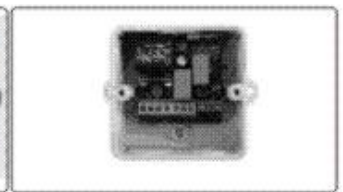

Рисунок 2.
- закрепить плату, как показано на Рис. 2, при этом в боковых стенках корпуса доступны 4 отверстия для проводки (для доступа к 3 отверстиям — повернуть плату на 180°).